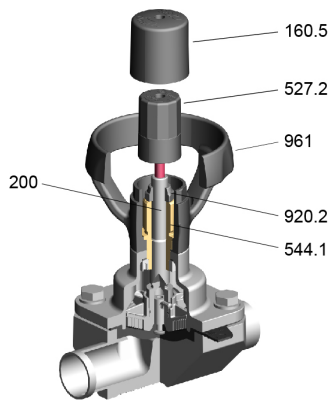

Abb. 14: SISTO-C
5. Deckel 160.5 wieder über Handrad 961 und Einstellhülse 527.2 aufsetzen (⇒ Abb. 14).